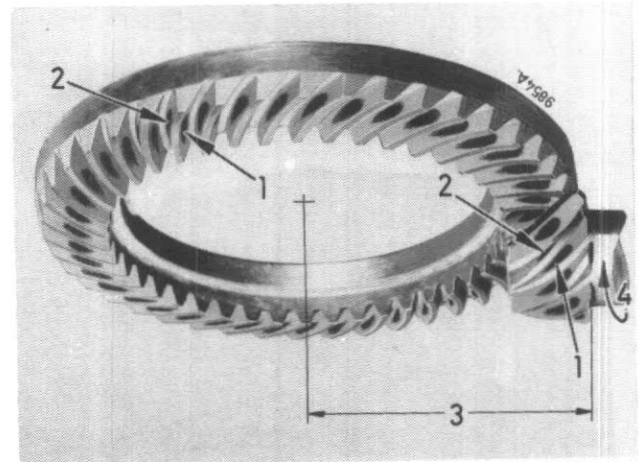

Figure 135
En marche arrière (1, Fig. 135) et avant (2), le contact se fait sur la partie centrale des dents. Le réglage du pignon est correct. La distance (3) est correcte.